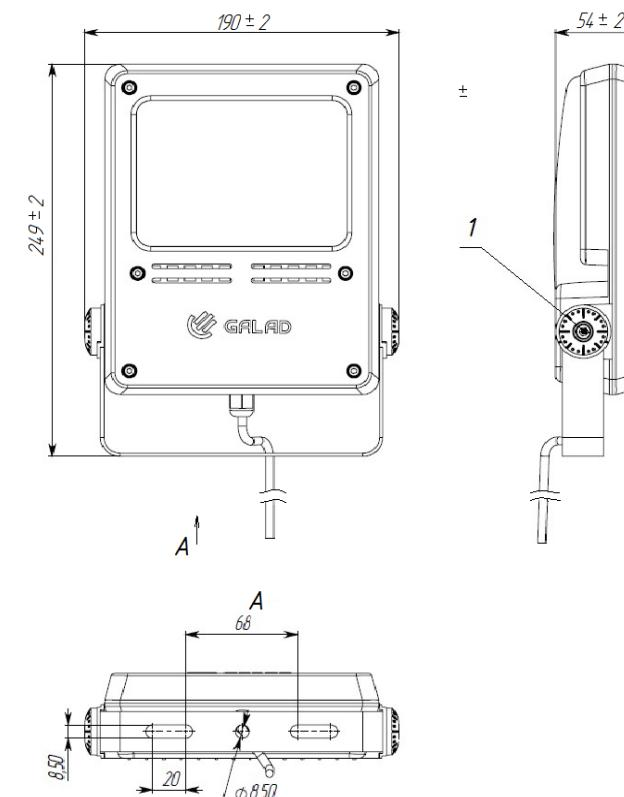

Рисунок 1
2.1 Светильники серии GALAD Звезда LED-30 НВ (низковольтный светильник рисунок 1.) со светодиодными модулями для наружного освещения предназначены для применения в помещениях с высокой влажностью, где запрещается использование сети питания 220 В. Это галереи гидроэлектростанций, строящиеся тоннели метрополитена, подкрановое освещение и другие объекты, где возможно поражение электрическим током из-за высокой влажности.
5.3 Для регулировки наклона светильника необходимо ослабить винты (поз.1) (рисунок 1) на скобе, наклонить светильник на необходимый угол и затянуть винты.